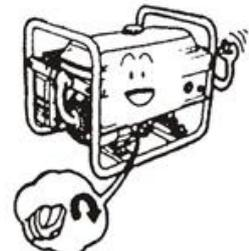

Рис. 11
3.1.3 Якщо рівень масла нижче нижньої граничної позначки щупу, долейте масла до рівня верхньої позначки щупу (Рис. 11).